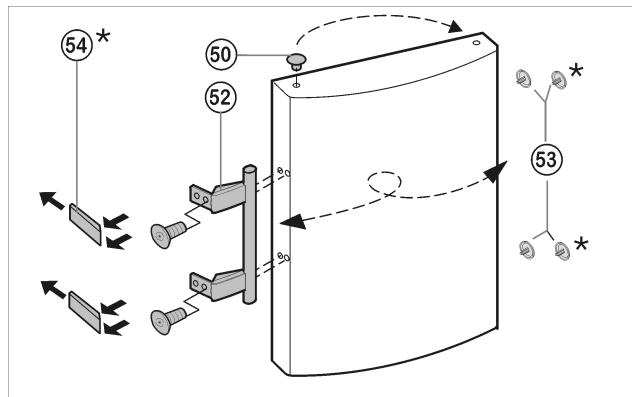

Fig. 13
- ▶ Enlever le bouchon Fig. 13 (50) du coussinet de la porte et le permuter de l'autre côté.
- ▶ Démonter la poignée de porte Fig. 13 (52), les bouchons Fig. 13 (53) et les plaques d'appui* Fig. 13 (54) et les permuter sur le côté opposé.